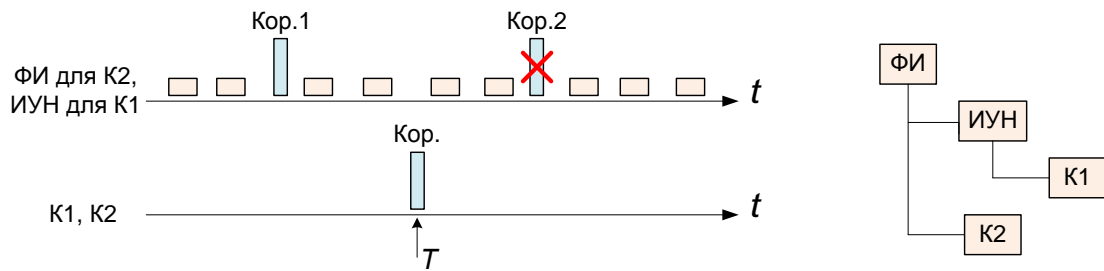

Рис. 13-188 – Нарботка для экземпляра компонента K1/K2 без ИУН
– Для экземпляра компонента без ИУН общая наработка рассчитывается по наработке за миссии для ближайшего вышестоящего экземпляра компонента с ИУН, а при его отсутствии – по наработке за миссии для экземпляра ВС. Коррекция наработки для него считается по коррекции для ближайшего вышестоящего экземпляра компонента с ИУН, а при его отсутствии – экземпляра ВС. Однако если у экземпляра компонента без ИУН создана собственная коррекция наработки, то коррекции наработки вышестоящих компонентов, начиная с даты собственной коррекции, не учитываются. Более сложной является ситуация, когда между вышестоящим компонентом с ИУН и компонентом без ИУН находится еще один промежуточный компонент без ИУН. Расчет наработки для нижестоящего экземпляра компонента без ИУН можно проиллюстрировать следующими примерами. На рис. 13-188 на временной шкале представлены коррекции и миссии для экземпляра ВС (или экземпляра компонента с ИУН), а также коррекция для экземпляра компонента без ИУН (К1 и К2), входящего в его состав. Для момента времени, предшествующего созданию коррекции наработки для экземпляра компонента К2 (К1) в момент времени T , суммарная его наработка будет равен наработке экземпляра ВС (или ИУН в случае К1). Начиная с момента T создания коррекции для экземпляра компонента К2 (К1) его наработка будет складываться из значения коррекции наработки для экземпляра компонента К2 (К1), а также наработки за миссии для ВС (ИУН). При этом коррекция наработки 2 для ВС (ИУН) учитываться не будет.